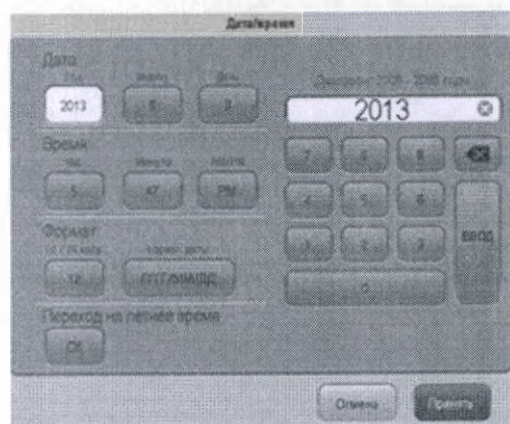

РИСУНОК 3-7 Меню «Дата и время»
1. Выберите значок «Дата и время». Отображается диалоговое окно «Дата/время» (РИСУНОК 3-7).
ПРИМЕЧАНИЕ: Если кнопка включения/выключения перехода на зимнее время в диалоговом окне «Дата/время» (см. рисунок 3-7) неактивна и не может быть выбрана, то это потому, что в системных настройках параметр «Переход на лет. время» установлен на «Авто» (см. Табл. 3-8 на стр. 3-41).